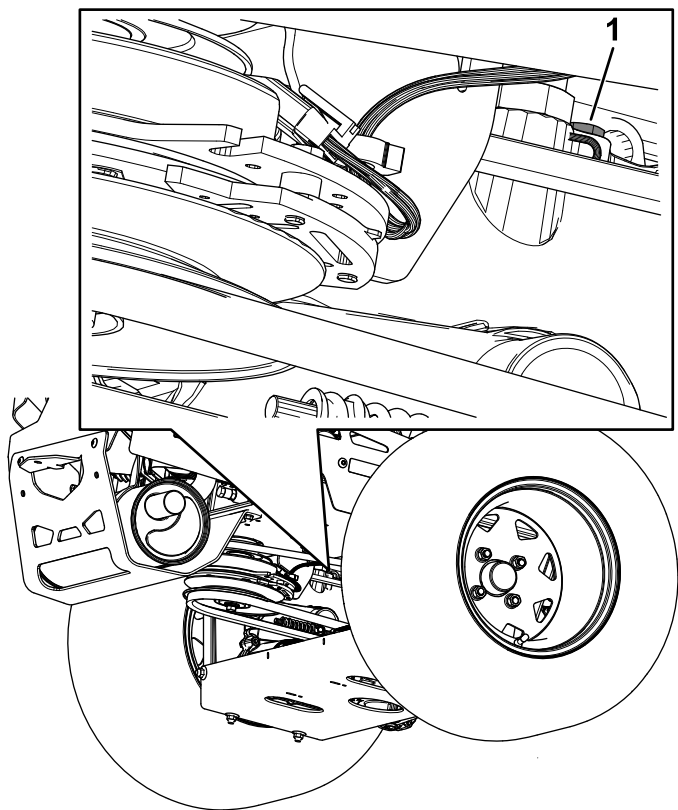

Figura 79
- **Transmisiones hidrostáticas ZT 5400:** utilice una llave de 7/16" para acceder al tapón de ventilación desde debajo de la máquina (Figura 79).